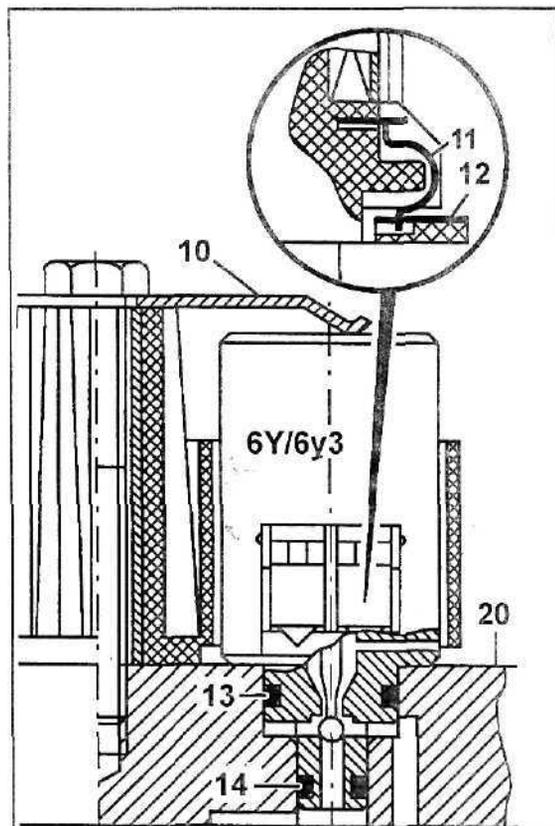

Рис. 20.
Соленоиды Y3/6 y3, Y3/6 y4 и Y3/6 y5 (рис. 20) устанавливаются в корпус клапанной коробки (20), имеют два уплотнительных кольца (13) и (14) и закрепляются с помощью упругой пластины (10). Надежность соединения соленоида с шиной электрической платы (12) обеспечивается пружинным контактом (11).